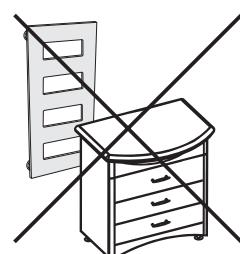

Рис.2
4.13. Запрещается размещать перед полотенцесушителем мебель или другие предметы, которые способны создать помеху свободной циркуляции воздуха вокруг полотенцесушителя (рис. 2).